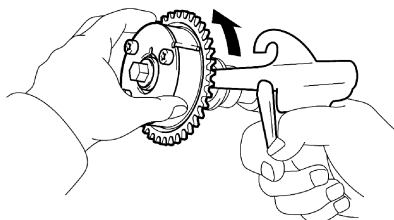

图 1-162 逆时针转动齿轮
d. 向油道施加约 200kPa (2.0kgf/cm², 29lbf/in²) 的空气压力时, 向提前方向(逆时针)强行转动凸轮轴正时齿轮总成, 见图 1-162。